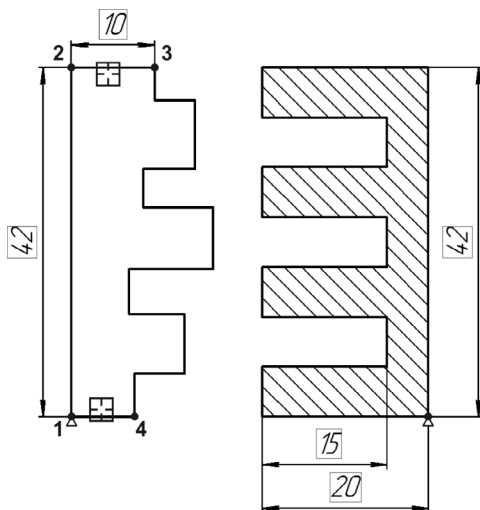

Рис. 62.57.
5. Проставьте линейные размеры и задайте их точные значения (рис. 62.57).
- 6.2. Последовательно укажите курсором оба отрезка (рис. 62.57).